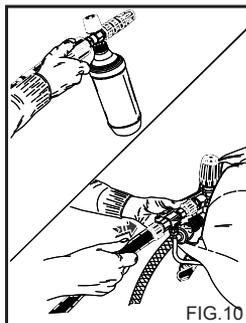

FIG.10
ANWENDUNG DES SETS FÜR DIE REINIGUNGSMITTELABSAUGUNG (Sonderzubehör) (Fig. 10)
2) Die Verlängerung vom Griff entfernen und die Doppellanze oder die Lanze mit verstellbarem Düsenkopf einsetzen, den Hochdruckreiniger einschalten, den Schalter zum Ansaugen des Reinigungsmittels an der Lanze bedienen (Fig. 10, 12) und die zu reinigende Oberfläche von unten nach oben einsprühen. Das Reinigungsmittel für einige Minuten einwirken lassen.